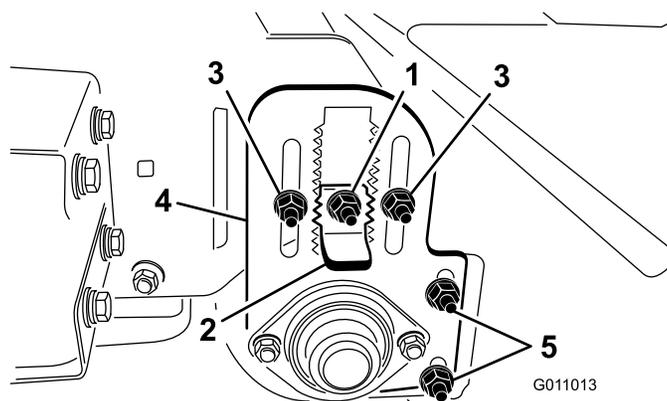

图20
3. 松开高度调节键上的锁紧螺母（图20），将螺母拉出约 13mm。
4. 松开滚筒高度调节锁紧螺母（图20）。
5. 拉出高度调节器的键，通过将滚筒高度调节面板滑动至所需高度，上下移动后滚筒（图20）。
滚筒刮刀（图20）调节后，检查并确保刮刀与滚筒之间的间隙为 2mm。松开滚筒刮刀调节螺母，将滚筒固定在所需位置，并拧紧螺母。